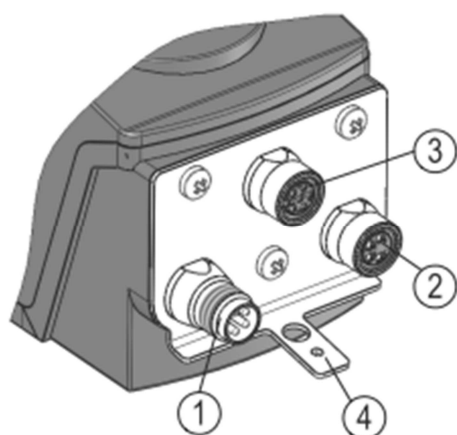

図3：コネクタ配置
ピン配置 (図3 参照)
またアース端子④をアース接続してください。(図3 参照)